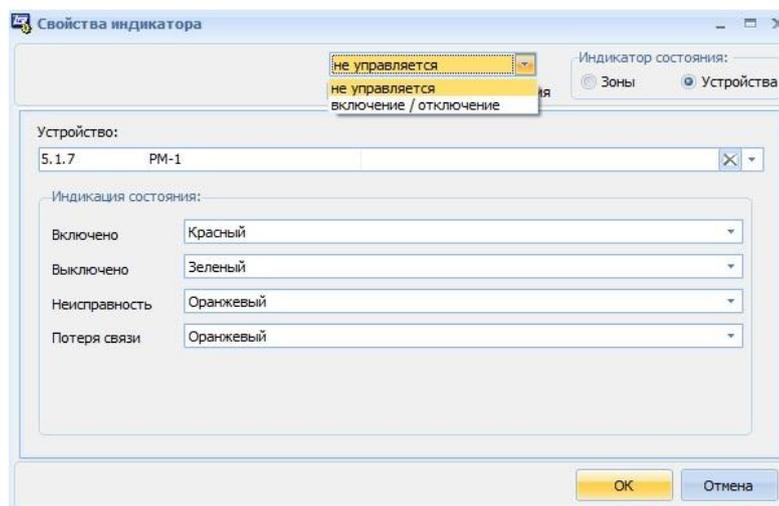

Рисунок 4.12 Окно «Свойства индикатора», Устройства
- 6) Для привязки к данному индикатору исполнительных устройств следует установить флажок в графе Устройства в правом верхнем углу окна «Свойства индикатора», в результате чего окно изменит свой вид (Рисунок 4.12):